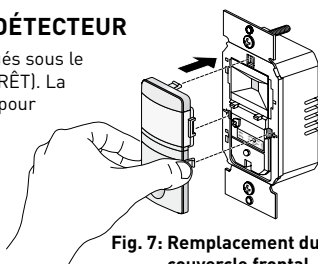

Fig. 7: Remplacement du couvercle frontal
3. Insérer le couvercle de la couleur voulue, languette supérieure en premier, puis enclencher un côté à la fois (voir Fig. 7).